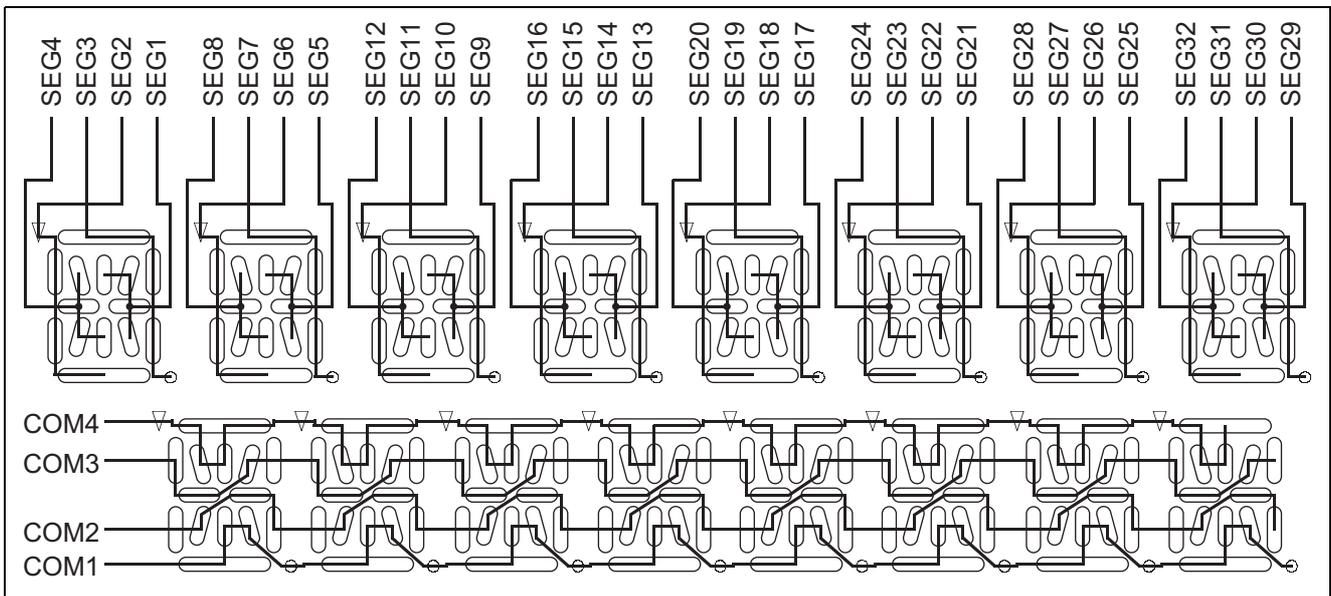

図 3 本タスク例で使用する 8 桁 16 セグメント LCD のセグメント信号とコモン信号の接続図
(4) 本タスク例では、セグメント外部拡張による 1/4 デューティで 8 桁 16 セグメント LCD の液晶表示を行ないます。図 3 に、本タスク例で使用する 8 桁 16 セグメント LCD のセグメント信号とコモン信号の接続図を示します。